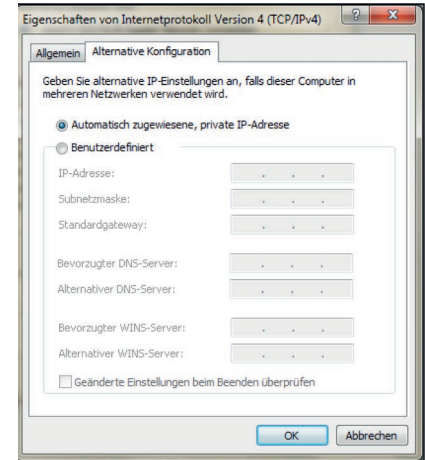

Abb. 15 Eigenschaften von Internetprotokoll Version 4 (TCP/IPV4)
- ➡ 5. Öffnen Sie im Fenster Eigenschaften von Internetprotokoll Version 4 (TCP/IPV4), siehe Abb. 15, die Registerkarte Alternative Konfiguration und aktivieren Sie das Kontrollkästchen Benutzerdefiniert.